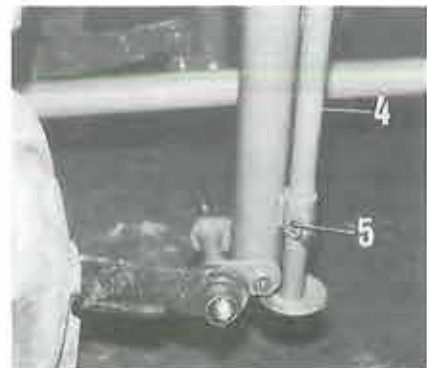

Fig. 5
Wenn Kreiselheuer an Traktor angehaengt wurde, Stuetzfuss hochschieben und mit Federstecker sichern (Abb. 5 Nr. 4-5).
When the machine is hitched to the tractor push the prop upwards and secure it with the clip. (Fig. 5 no. 4-5).
När maskinen är kopplad till traktorn, skjut stödfoten uppåt och fäst den med hjälp av sprinten. Fig. 5 n. 4-5.
Nar høyvirkelen er blitt satt fast til traktoren, skyv fotstoetten oppover og blokker den med låsesplinten. Fig. 5 nr. 4-5.
Stuetzfuss (Abb. 5) nach unten ausziehen und mit Federstecker sichern. Griff (Abb. 8 Nr. 1) drehen bis Bolzen (Nr. 2 Abb. 8) in die Platte einrastet. Geraet jetzt auf den Boden stellen.
**To position the machine on the ground.** Lower the prop stand Fig. 5 and secure it with the spring clip. Rotate the handle (Fig. 8 no. 1) so as to secure the pin (Fig. 8 no. 2) into the plate hole. Position the tedder on the ground. With lever locked for transportation.
**För att sänka rotorn till marken:** Sänk stödfoten Fig. 5 och fäst den med hjälp av därtill avsedd automatisk låssprint. Vrid handtaget (Fig. 8 n. 1) så att bärtappen (Fig. 8 n. 2) fästs i hålet på skivan. Lagg ner rotorn på marken. Spaken skall vara blockerad under transport.
**Før senking av hoeyvirvelen til marken:** Senk fotstoetten, fig. 5 og sett den fast med den automatiske låsesplinten. Skru på handtaket (fig. 8 nr. 1) slik at aksen (nr. 2 Fig. 8) setter seg i hullet på skiven. Sett hoeyvirvelen på marken. Posisjon blokkert spak ved transport.